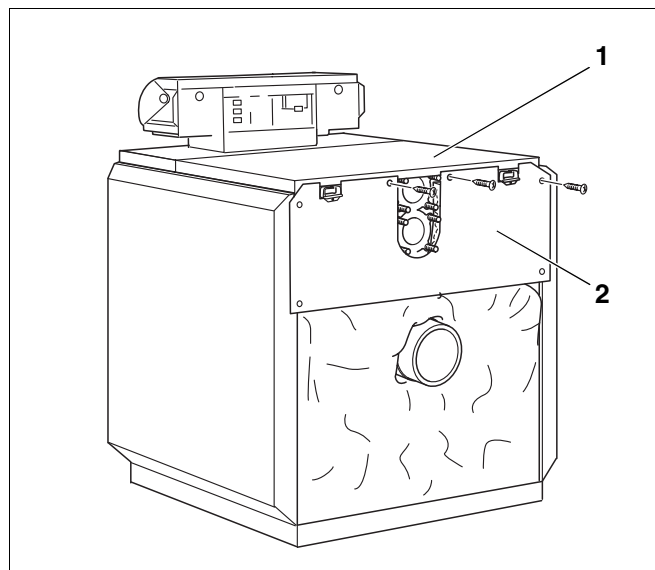

Fig. 39 Montage – øvre kjelbakvegg
- Skru kjelens øvre bakvegg (fig. 39, **pos. 2**) sammen med topplaten bak (fig. 39, **pos. 1**) og med sideveggene.